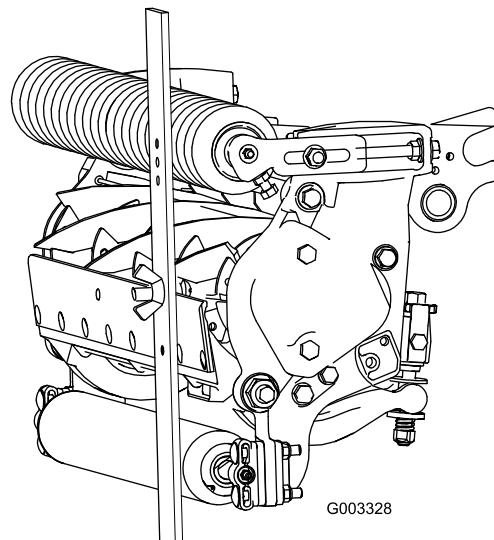

Figure 24
- Accrochez la tête de la vis sur le bord tranchant de la contre-lame et appuyez l'arrière du gabarit contre le rouleau arrière (Figure 24).
- Tournez la vis de réglage jusqu'à ce que le rouleau avant touche le gabarit (Figure 24). Réglez les deux extrémités du rouleau jusqu'à ce que celui-ci soit parfaitement parallèle à la contre-lame.